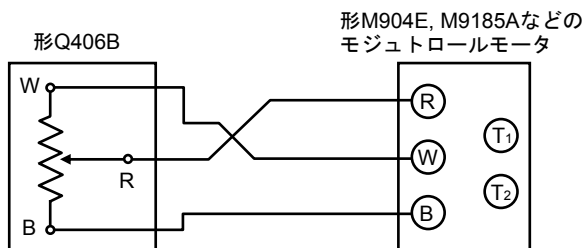

図4 モジュトロールモータの遠隔設定を行う場合の結線例
- (1) 形M904E, M9185Aモジュトロールモータの遠隔設定を行う場合の結線を図4に示します。